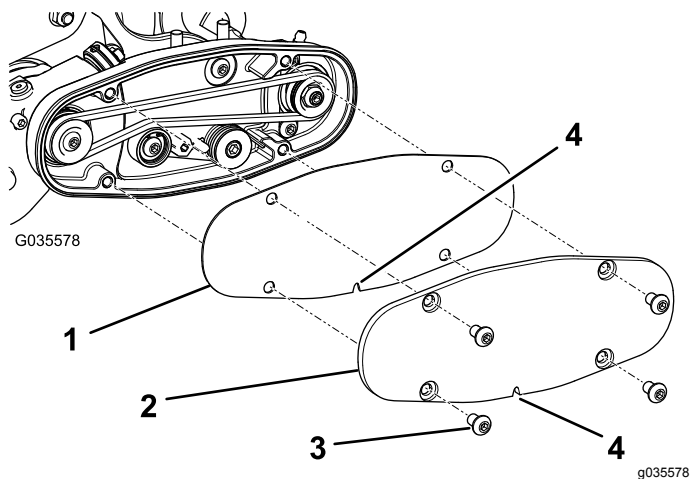

Figura 15
3. Allineate il copricinghia ai fori di montaggio e fissatelo con 4 bulloni (Figura 15).